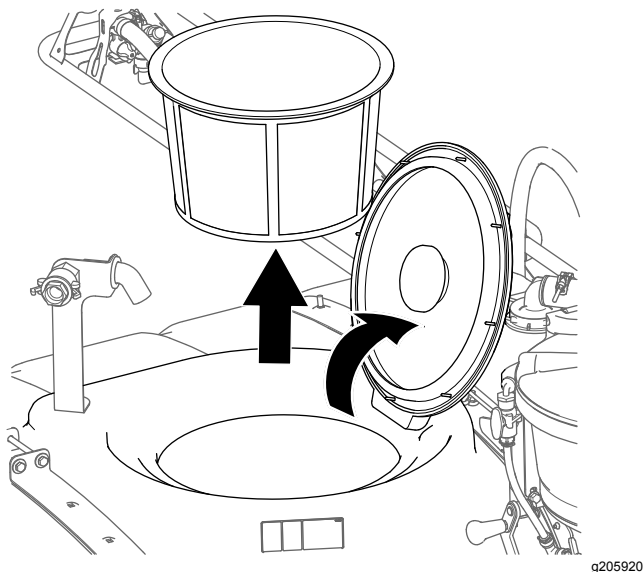

Рисунок 14
1. Откройте крышку бака опрыскивателя и извлеките корзину фильтра (Рисунок 14).